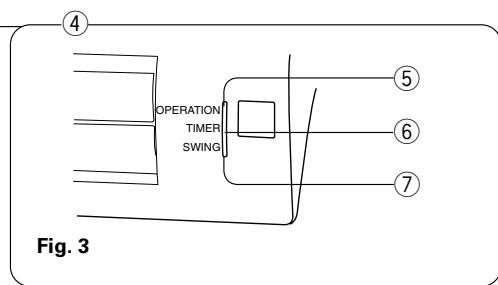
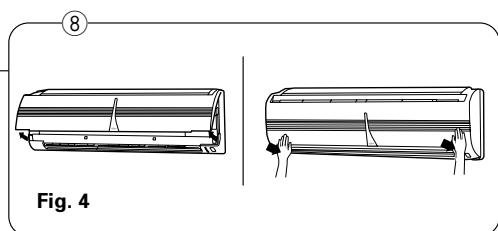

Fig. 3
Fig. 4
- ② Botón de funcionamiento manual/automático (MANUAL/AUTO)
- ③ Receptor de señal de control remoto
- ④ Lámparas indicadoras (Fig. 3)
- ⑤ Indicador de funcionamiento (OPERATION) (rojo)
- ⑥ Indicador del temporizador (TIMER) (verde)
- ⑦ Lámpara indicadora de vaivén (SWING) (naranja)
- ⑧ Rejilla de entrada (Fig. 4)
- ⑨ Filtro de aire
- ⑩ Lama deflectora del aire orientable
- ⑪ Lamas deflectoras de izquierda-derecha (detrás de la lama deflectora del aire orientable)
- ⑫ Manguera de drenaje
- ⑬ Filtro de limpieza de aire (opcional)
Se encenderá la lámpara de funcionamiento (OPERATION) roja de la unidad interior (Fig. 3 ⑤).